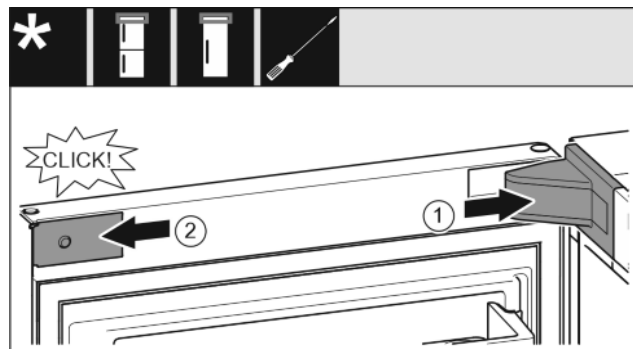

Fig. 18
- ▶ Stavite pokrov podloška ležaja i pustite ga da uskoči, po potrebi ga oprezno razdvojite. *Fig. 18 (1)*
- ▶ Postavite masku bočno i pustite da uskoči. *Fig. 18 (2)*